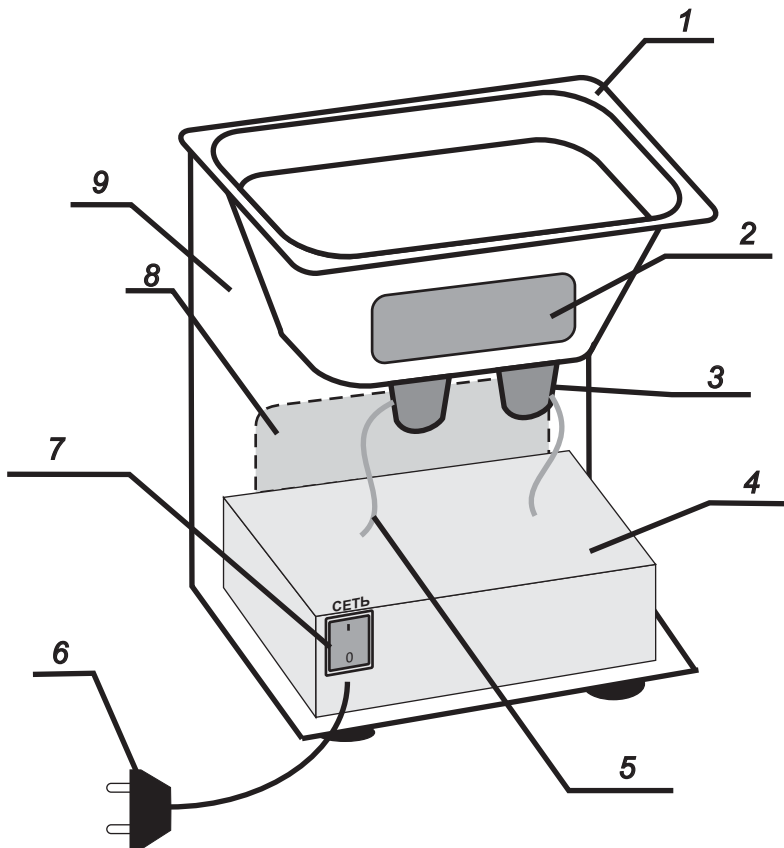

Рисунок 2.
2.1.1. Рабочим узлом ИЗДЕЛИЯ является ванна 1 (рисунок 2), выполненная из пищевой нержавеющей стали, со встроенными в её дно пьезокерамическими преобразователями 3 (рисунок 2), которые являются источником ультразвуковых колебаний.
2.1.2. На задней стенке рабочей ёмкости 1 (рисунок 2) установлены нагревательные элементы 2 (рисунок 2).
2.1.3. На передней панели корпуса расположен блок управления ИЗДЕЛИЯ 8 (рисунок 2).
2.1.4. Ванна соединена с ультразвуковым генератором 4 (рисунок 2), преобразующим напряжение электрической сети (220 В, 50 Гц) в высокочастотные электрические колебания (35 кГц), при помощи проводов 5 (рисунок 2).
4.1. Источником питания изделия служит ультразвуковой генератор, подключающийся к электрической сети 220 В, 50-60 Гц, при помощи кабеля 6 (рисунок 2). Рабочая полость ванны выполнена из нержавеющей стали.
6.5. Кнопка включения/выключения питания ИЗДЕЛИЯ 7 (рисунок 2) должна быть в положении "выкл" ("0").
6.9. Привести кнопку включения/выключения питания ИЗДЕЛИЯ 7 (рисунок 2) в положение "вкл" ("1").
6.17. По окончании работы установить кнопку 7 (рисунок 2) в положение "Выкл." ("0"), отключить вилку сетевого шнура от электрической сети, дать остыть раствору 15-20 минут и слить его. Затем ванну промыть чистой водой и протереть её поверхность сухой тряпкой.